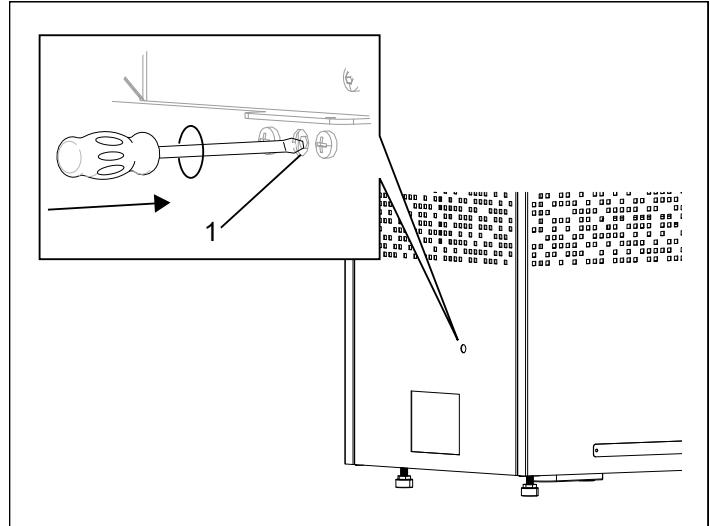

Fig 6: Återställning av temperaturskyddet.
- **Aggregat** - Temperaturskyddet i aggregatet är till för att skydda komponenter, rörelement samt trävirke i bastun från överhetning. På aggregatets vänstra sida (sett framifrån) finns ett hål, stick in en penna/mejsel för att komma åt återställningsknappen (se Fig 6). Om skyddet har löst ut så känns knappen stum och ett "klick" hörs vid återställning. Har inte skyddet löst ut, samt efter återställning, så fjädrar knappen.